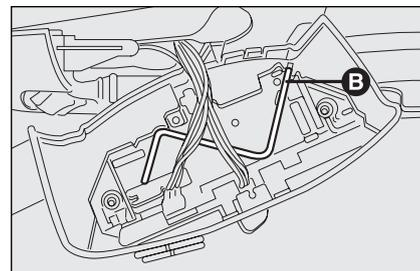
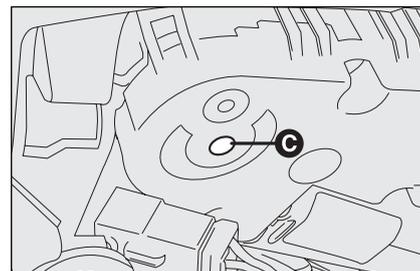

fig. 83
fig. 84
- en poussant la poignée **A-fig. 83** vers le haut et en la relâchant tout de suite après (rétabli le mouvement interrompu précédemment);
- introduire la clé de secours appropriée **B-fig. 83** (placée à l'intérieur du plafonnier) dans l'emplacement **C-fig. 84**;